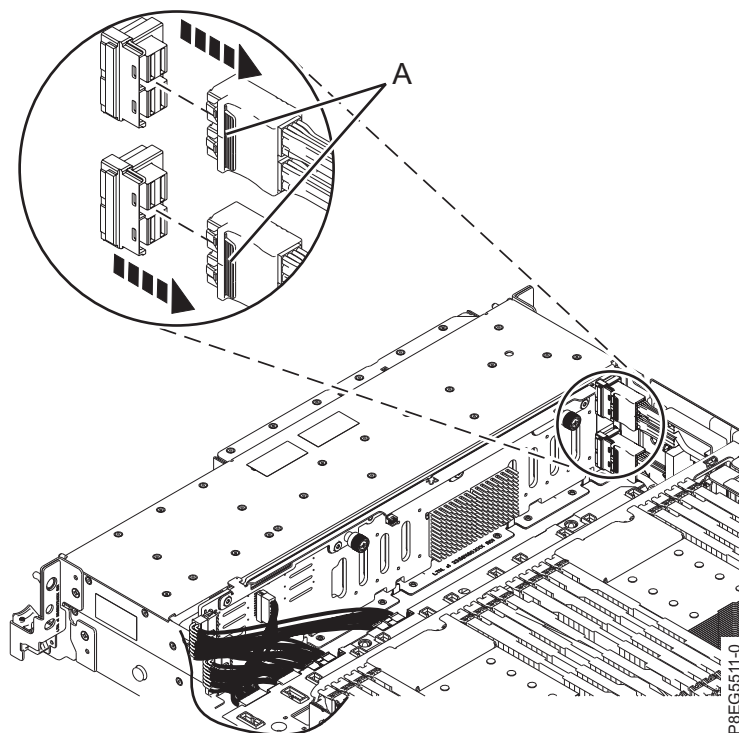

Figura 14. Desconectando os cabos SAS frontais
3. Etiquete os cabos SAS frontais, prestando atenção aos conectores aos quais cada cabo se conecta no painel traseiro da unidade de disco e no adaptador RAID SAS interno. Desconecte os cabos SAS frontais do painel traseiro da unidade de disco pressionando a trava (A) e desconectando o cabo conforme mostrado na Figura 14 na página 17.